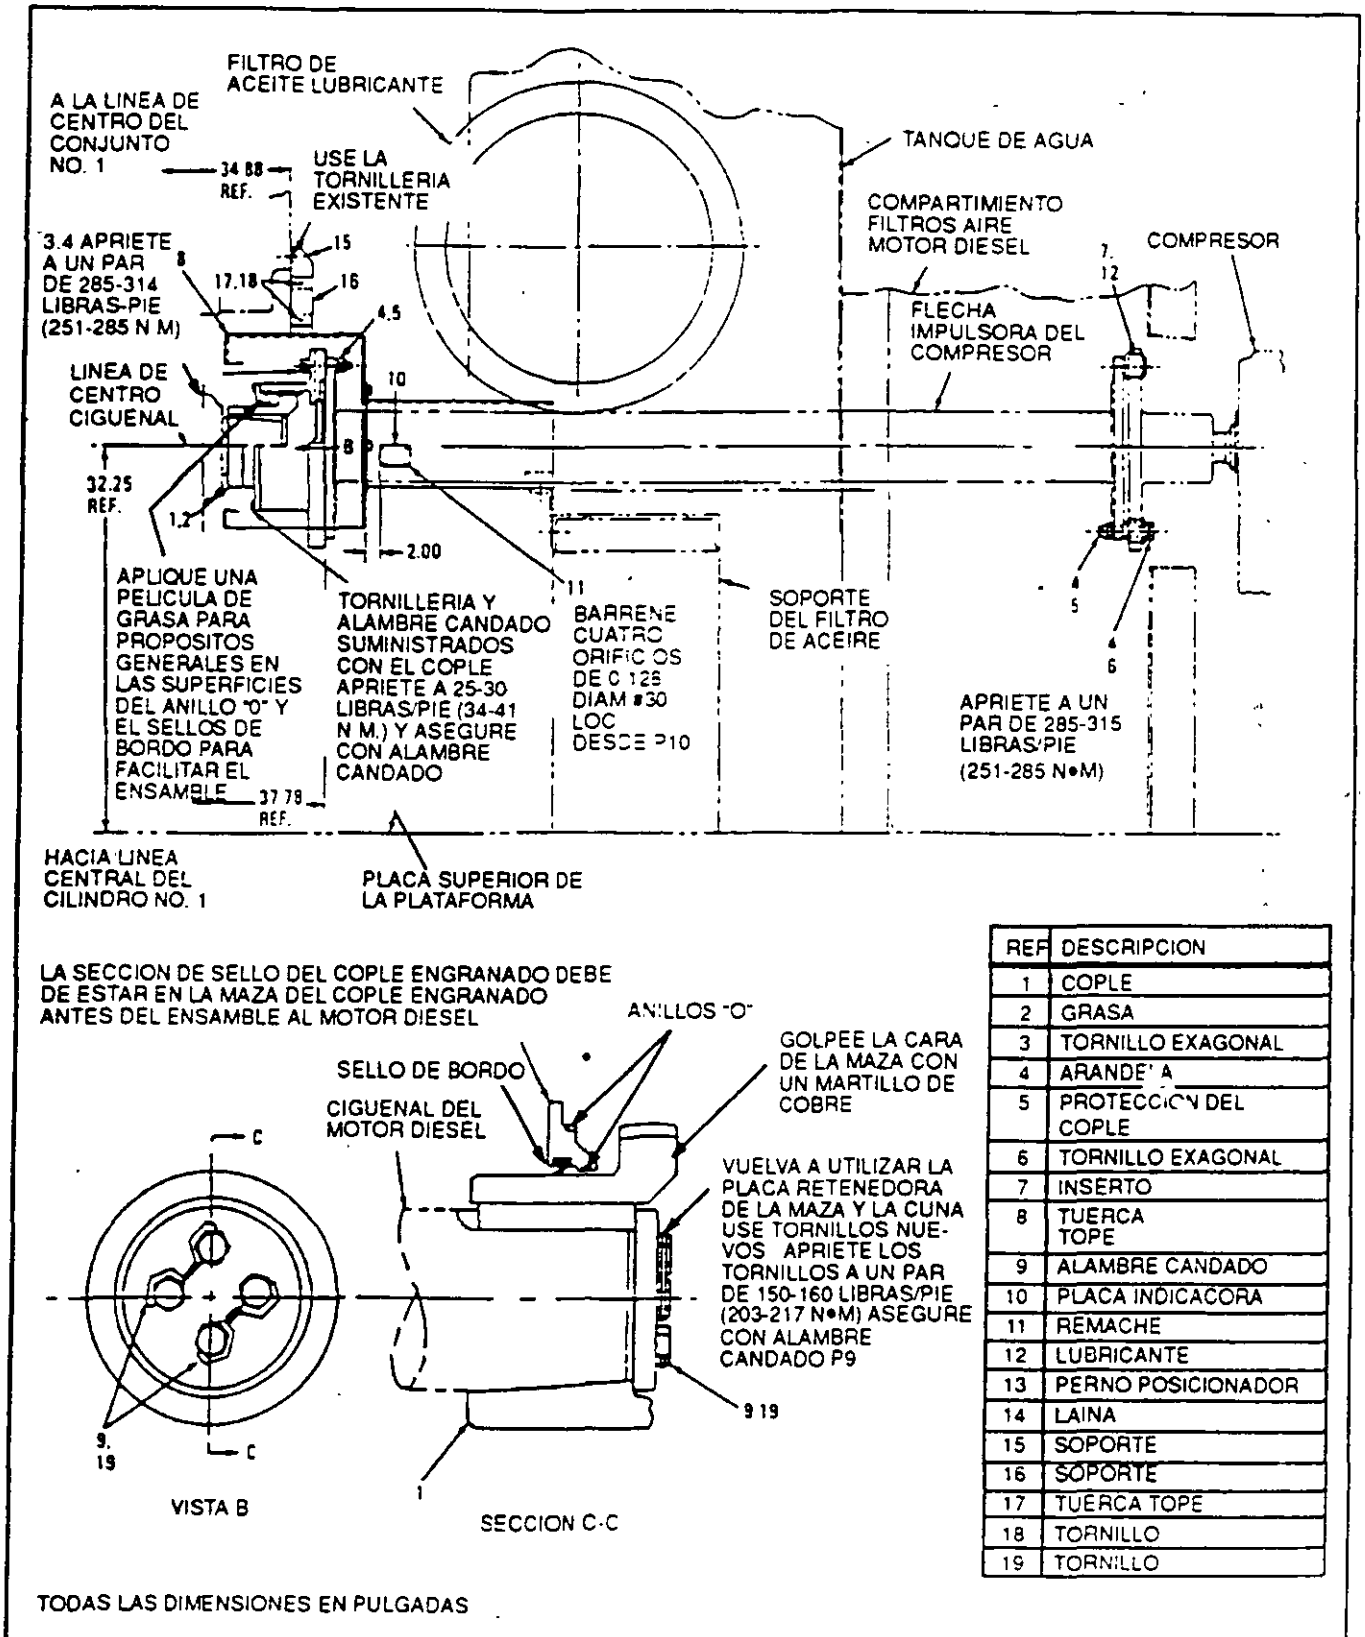

FIG. 19. INSTALACION DEL COPLÉ ENGRANADO. E-32859B-S
1. Remueva la protección del cople desde la cubierta del extremo libre y de la base de la caja del filtro de aceite lubricante (Fig. 19).
3. Remueva la tornillería que asegura la flecha impulsora al cople engranado (Fig. 19).
11. Remueva el alambre candado y los ocho tornillos de seguridad que aseguran el alojamiento del sello del cople engranado a la manga del mismo (Fig. 19). Deslice la manga fuera de la maza del cople engranado, teniendo cuidado de no dañar los dientes del engrane.
12. Remueva el alambre candado y cuatro (4) tornillos que sujetan a la placa retenedora de la maza hacia el extremo del cigueñal. Guarde la placa retenedora y los tornillos.
3. Asegúrese de que los sellos estén colocados adecuadamente en la sección para sellado del cople engranado, como se muestra en la Fig. 19 Sección C-C: el anillo "O" sellador grande en el hueco de la sección de sellado, el sello del bordo en el diámetro interior de la sección y el anillo "O" más chico en el diámetro exterior del escalón de la sección de sellado. Cubra todos los sellos con